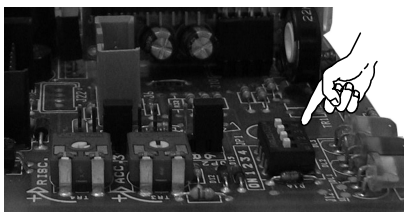

Fig. 2.6
- 2 После того, как правильно установлены DIP ( Fig. 2.6) подключить электропитание к бойлеру. Теперь будут мигать одновременно светодиоды, автоматически создавая, копию необходимых параметров.